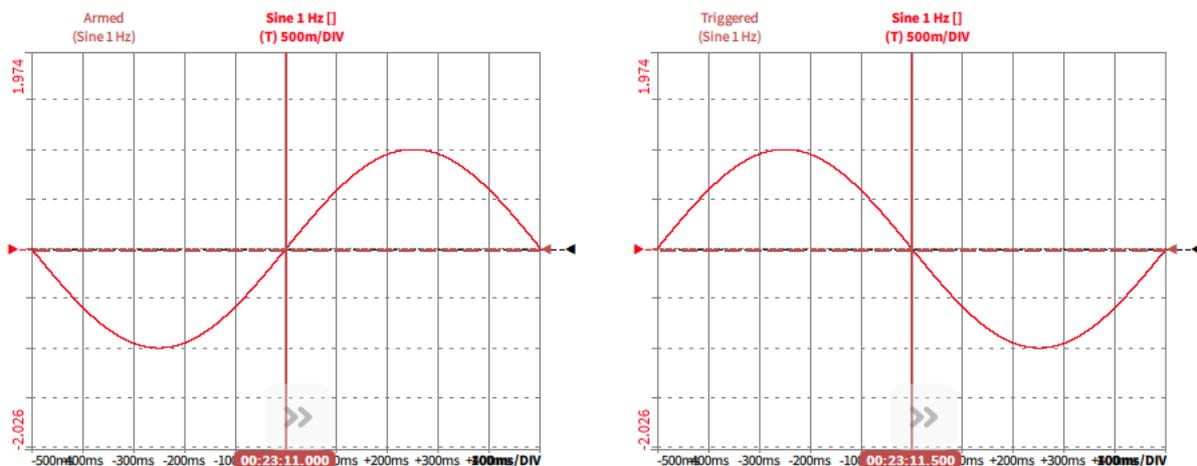

Abb. 8.37: Trigger auf die *steigende* (links) oder *fallende* (rechts) Flanke
- Es kann weiters eingestellt werden, ob auf die steigende oder fallende *Flanke* getriggert werden soll. Der Unterschied zwischen den zwei Modi ist in Abbildung Abb. 8.37 für eine 1 Hz Sinuskurve mit einer Amplitude von 1 gezeigt.